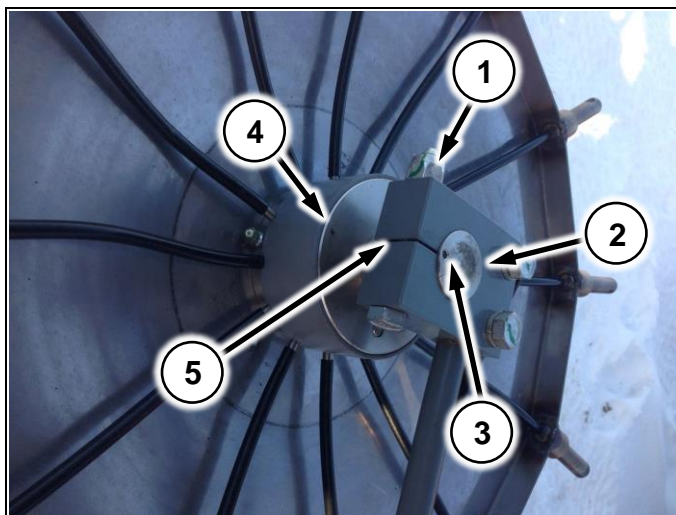

Рис. 164
1. Ослабьте болт (Рис. 164/1)
2. Вращайте ось диска (Рис. 164/2)
3. Добейтесь совпадения точек (Рис. 164/3) и (Рис. 164/4) с прорезью (Рис. 164/5)
4. Затяните болт (Рис. 164/1)